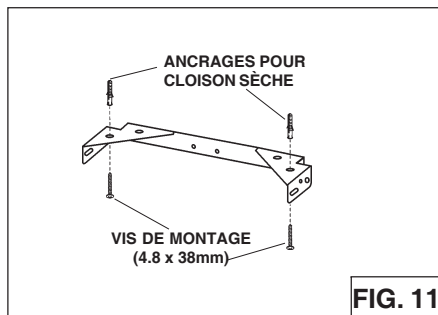

FIG. 11
3. Fixez l'ensemble du support au plafond à l'aide de 2 vis de montage de 4,8 x 38 mm et des ancrages pour cloison sèche (Fig.11). Veillez à ce que le support soit poussé à fond contre la paroi au niveau du coin et soit centré au-dessus de la hotte.